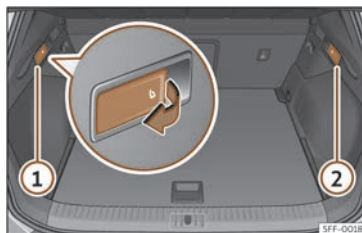

Fig. 98 No maleteiro: pancas para desbloqueo do respaldo traseiro.
- Tire da panca de desbloqueo a distancia da parte esquerda >>> **fig. 98 1** ou dereita **2** do respaldo no sentido da frecha. A parte desbloqueada do respaldo traseiro abátese automaticamente cara adiante.